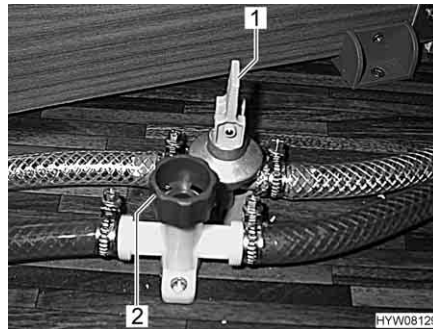

Bild 156 Ablasshähne
- Alle Ablasshähne für den Boiler schließen. Dazu den Kipphebel (Bild 156,1) waagrecht stellen bzw. die Kappe (Bild 156,2) im Uhrzeigersinn drehen.
- Alle Ablasshähne für den Boiler öffnen. Dazu den Kipphebel (Bild 156,1) senkrecht stellen bzw. die Kappe (Bild 156,2) entgegen dem Uhrzeigersinn drehen.